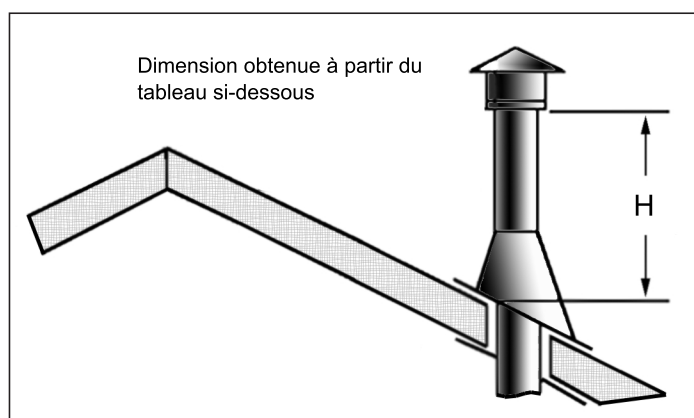

Figure 47: Hauteur de la terminaison verticale ; Se référer au tableau 7
- Étape 8.** Ajoutez des sections de conduit jusqu'à ce que le bouchon du conduit réponde aux exigences minimales du code. Référez-vous à la figure 47 et le tableau 7. À noter que plus la pente du toit est forte, plus l'évent doit être haute. Dans des conditions de vent fort, s'il y a des arbres à proximité, deux toitures avoisinantes, des toits à pente forte, et d'autres facteurs similaires, il peut résulter un faible tirage. Augmenter la hauteur de l'évent peut résoudre le problème.
Table 7: Minimum 'H' for Figure 47.